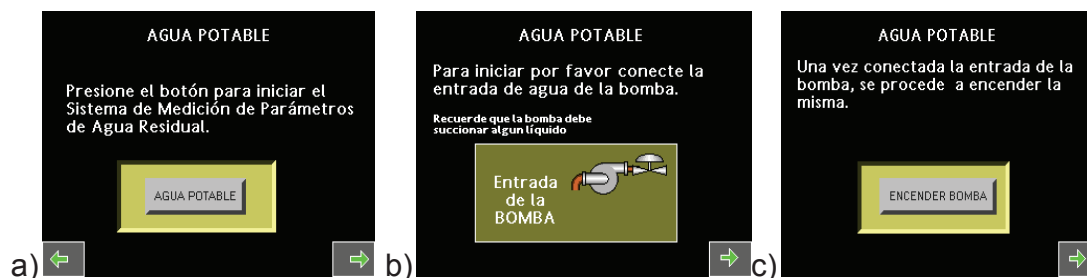

Figura 20. a) Encender Agua Potable. b) Verificar Entrada de Agua, y c) Encender Bomba
6. Entonces aparece la pantalla de la Figura 20. a), presionar sobre AGUA POTABLE, entonces se enciende el Transmisor de Agua Potable (SC200) y la luz indicadora.
7. Presiona la flecha a la derecha y pasa a la pantalla de la Figura 20. b) donde se solicita verificar que la entrada de agua a la bomba sea efectiva y presionar la flecha a la derecha, entonces pasa a la Figura 20. c) donde solicita encender la bomba.